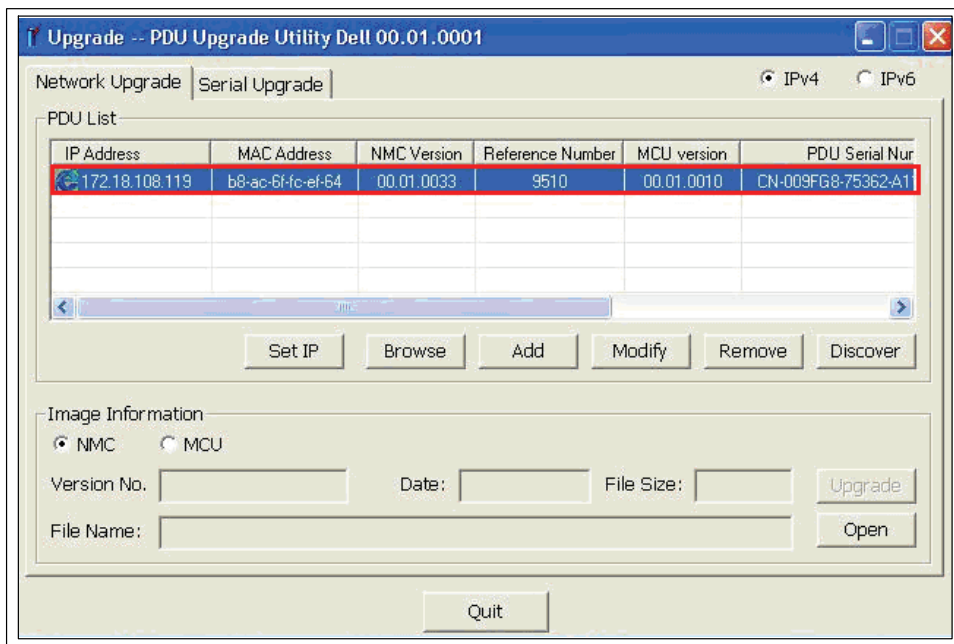

図7. アップグレードするrPDUの選択
- 6 アップグレードするrPDUの行を選択します(図7参照)。